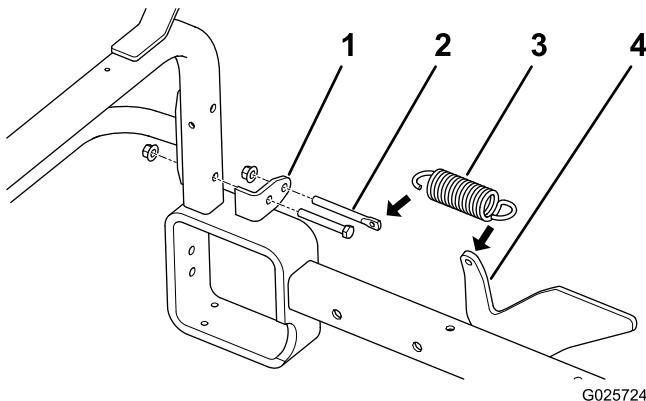

Figura 7
- Rimuovete il bullone e il dado **inferiore** che fissano ogni staffa di montaggio del tubo dell'attacco di traino ai tubi verticali del telaio (Figura 7).
Nota: Posizionate le staffe della molla come illustrato in Figura 7.